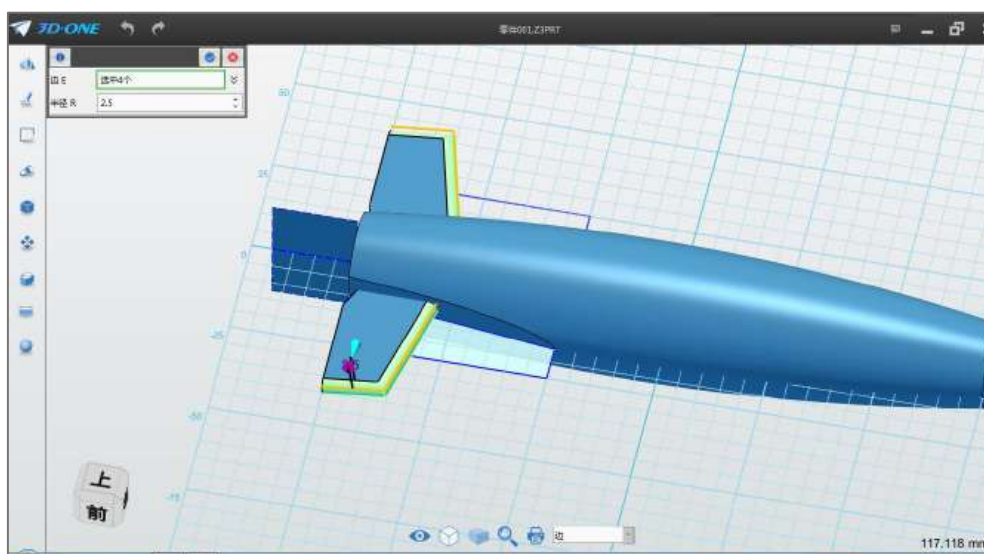

图 3-7
Step 7 点击确定，完成移动操作。点击圆角命令，选择如图所示边线，圆角半径设为 2.5，如下图 3-7 所示：